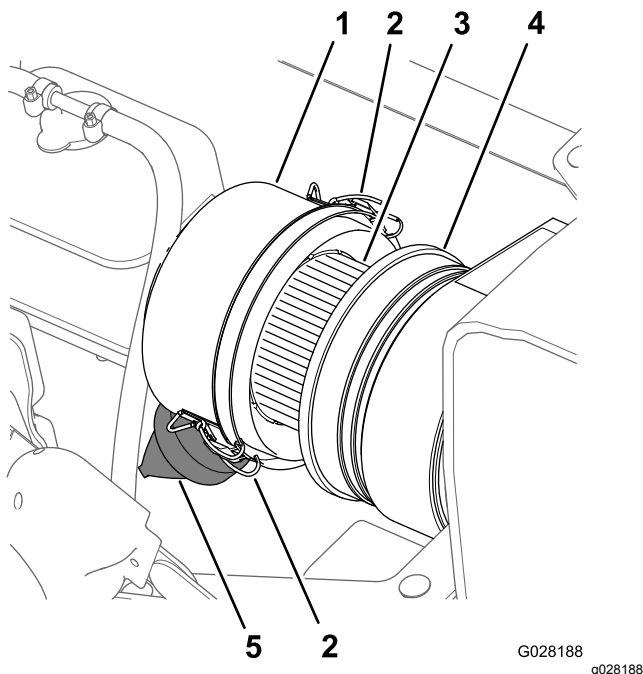
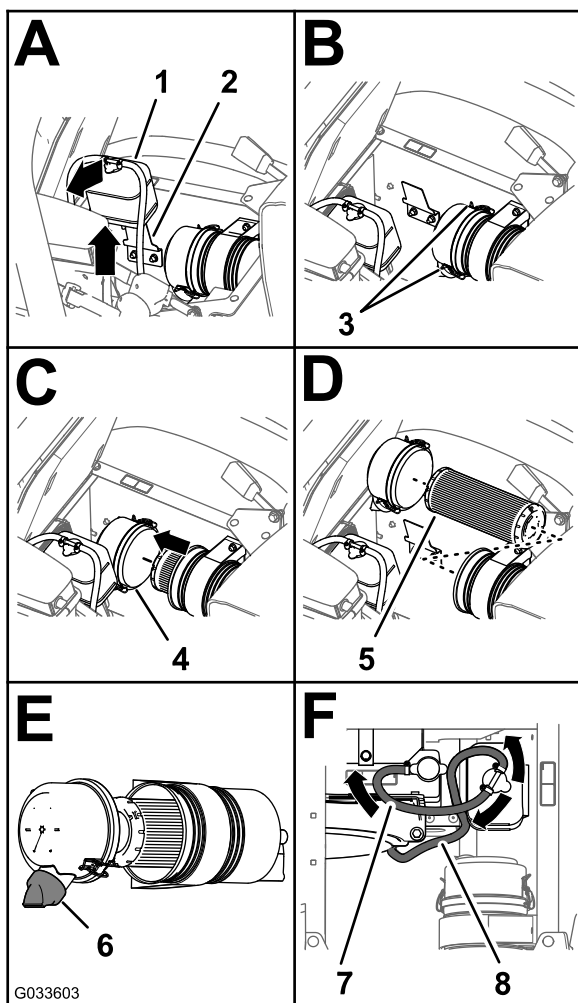

図 65
図 66
3. エアクリーナのボディーとダストキャップをきれいに拭く 図 65。
4. エアクリーナ本体にリーク原因となる傷がないか点検する 図 65。
5. ダストバルブをもんで、内部のごみを除去する 図 65。
7. エアフィルタのエレメントが汚れすぎていないか点検する 図 65。
8. エアクリーナのボディーにダストキャップを取り付け、ラッチ2個で固定する 図 65。
2. エアクリーナのボディーとダストキャップをきれいに拭く 図 65。
3. 冷却液オーバーフロータンクを持ち上げてブラケットから取り外す 図 66。
4. ダストキャップをエアクリーナのボディーに固定しているラッチ2つを外す 図 66。
6. ぬれたウェスを使って、ダストキャップ、エアクリーナのボディ、ダストバルブの内部をきれいに清掃する 図 65 と 図 66。
7. エアクリーナボディにフィルタエレメントを取り付ける 図 66。
8. エアクリーナのボディーにカバーを取り付け、ラッチ2個で固定する 図 66。
注 ダストバルブは、後ろから見たときに時計の5時7時の方向になるように取り付けてください 図 66。
9. 冷却液タンクを、ROPSシールドのサポートブラケットにきっちりと入れる 図 66。